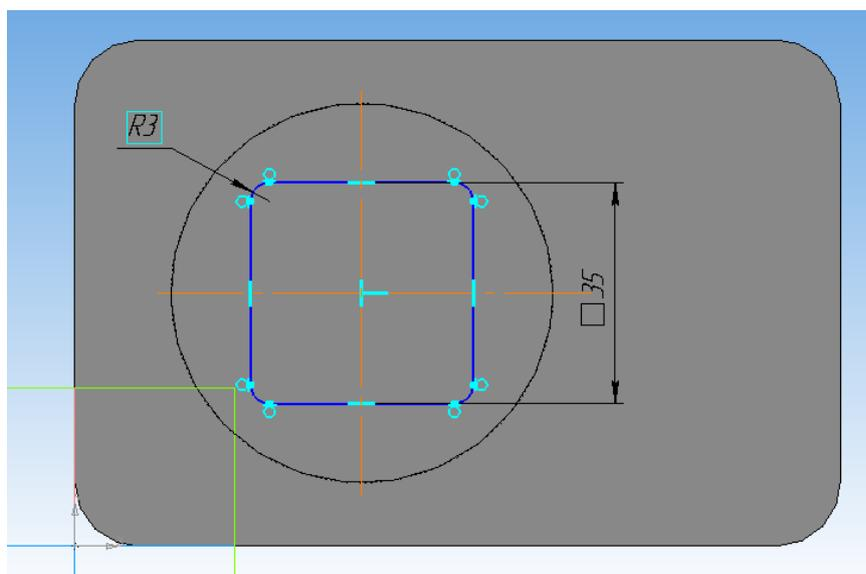

Рисунок 52.
12. В строке параметров задать значение высоты и ширины прямоугольника **35 мм**. По углам прямоугольника выполните скругление **R3** (рисунок 52). Выйдите из режима **Эскиз**.